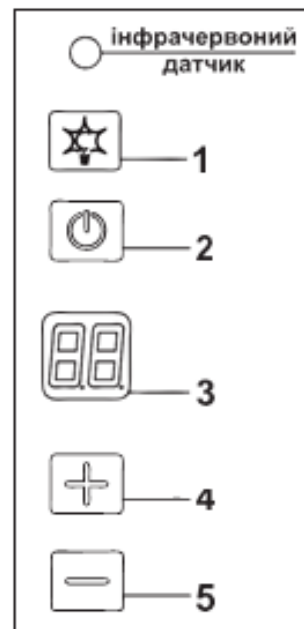

Рис.5
7.1.1 На декоративному склі Вашої витяжки знаходиться сенсорний перемикач режимів роботи двигуна і ламп освітлення (**рис.5**):